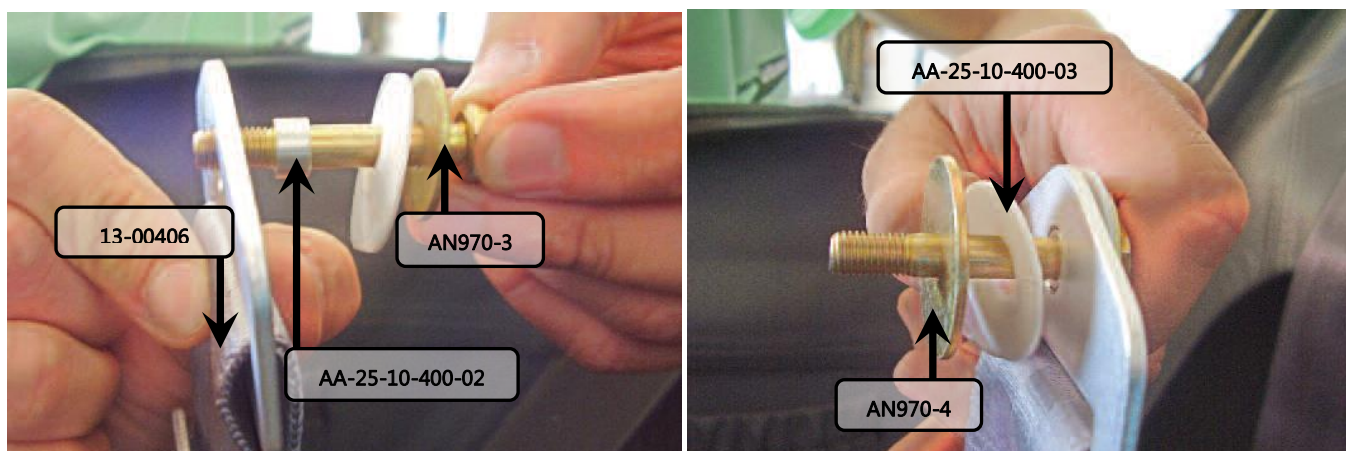
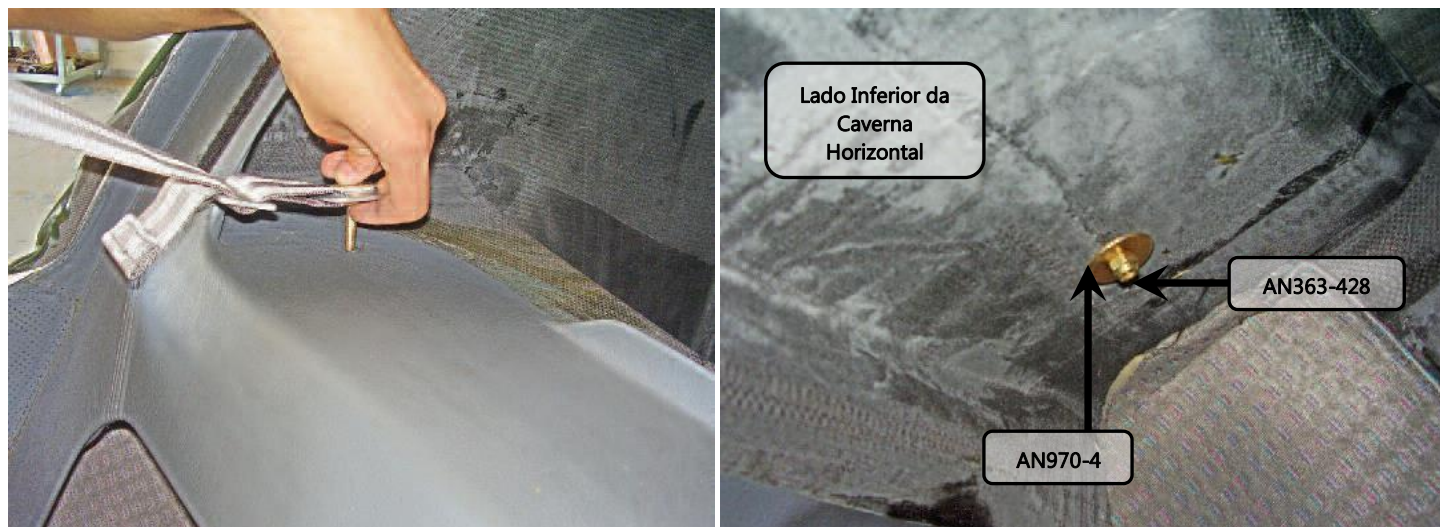

Figura 25.10.30 – Disposição dos hardwares de fixação do cinto lombar
Figura 25.10.31 – Vista inferior da instalação do cinto
1. Dispôr os elementos mostrados na figura 25.10.30 junto aos terminais do cinto de segurança lombar como mostrado na figura 25.10.31;
2. Instalar o conjunto mostrado na figura 25.10.30 na caverna inclinada, conforme a figura 25.10.31;
3. Instalar a porca AN363-428 e arruela AN970-4 na base central da caverna inclinada, como mostrado na figura 25.10.31. Utilizar uma chave combinada de 7/16" e uma chave tipo catraca $\frac{1}{4}$ " com soquete $\frac{1}{4}$ " de 7/16". Não apertar totalmente a porca;